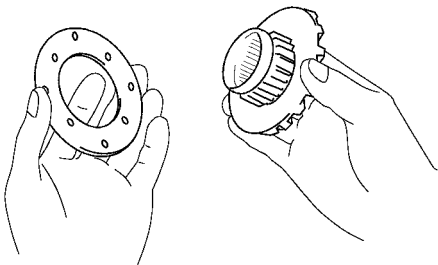

图 14-158 将侧齿轮装到 RH 壳上
1) 将侧齿轮垫圈装到侧齿轮上，再将侧齿轮装到 RH 壳上，如图 14-158 所示。